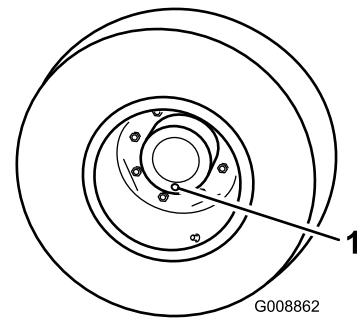

Bild 73
1. Stellen Sie die Maschine auf einer ebenen Fläche ab und positionieren Sie das Rad so, dass sich eine der Prüfschrauben in der untersten Stellung (6 Uhr) befindet (Bild 73).